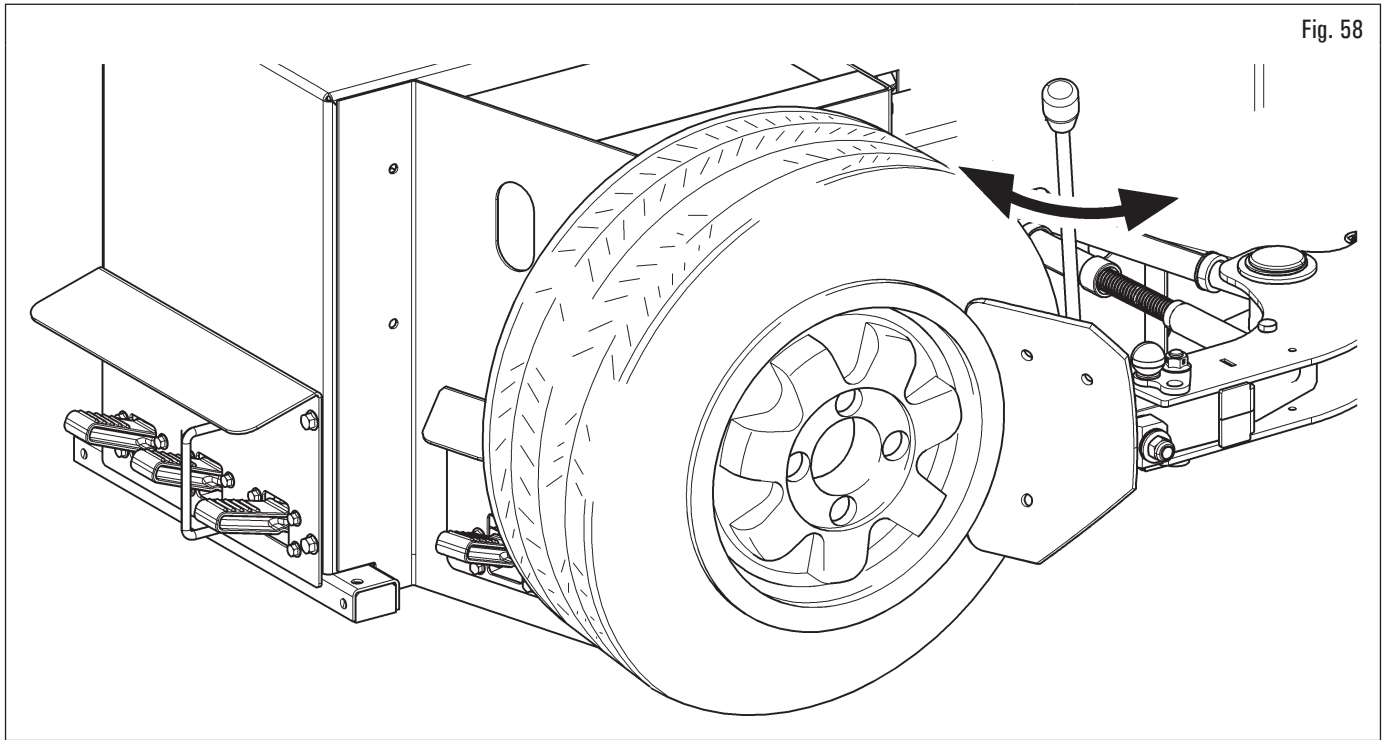

Fig. 58
1. coloque la rueda como indica la Fig. 58 y acerque la paleta de destalonado al borde de la llanta;